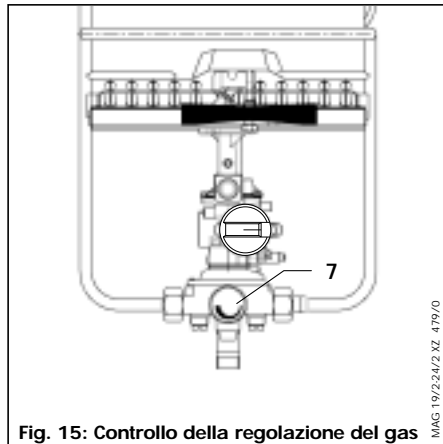

Fig. 15: Controllo della regolazione del gas
- Svitare la vite di tenuta dal punto di presa pressione gas agli ugelli (1, fig. 15).